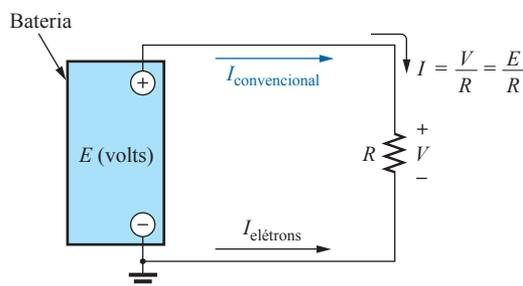

Figura 5.1 Introdução aos componentes básicos de um circuito elétrico.
Uma bateria, como a ilustrada na Figura 5.1, tem, em função da diferença de potencial entre seus terminais, a capacidade de promover (‘pressionar’) um fluxo de cargas através de um simples circuito. O terminal positivo atrai os elétrons do fio com a mesma rapidez com que eles são fornecidos pelo terminal negativo. Enquanto a bateria estiver ligada ao circuito e mantiver suas características elétricas, a corrente (CC), através do circuito, não sofrerá variações nem de intensidade, nem de sentido.
Por convenção (conforme discutido no Capítulo 2), o sentido do **fluxo convencional da corrente** ($I_{\text{convencional}}$), como indica a Figura 5.1, é oposto ao do **fluxo de elétrons** ($I_{\text{elétrons}}$). Além disso, o fluxo uniforme de cargas nos leva a
O circuito mostrado na Figura 5.1 possui a configuração mais simples possível. Este capítulo e os seguintes acrescentarão elementos ao sistema de maneira bastante específica, para introduzir uma gama de conceitos que constituirão a maior parte da base necessária para analisar sistemas mais complexos. Saiba que as leis, regras e conceitos apresentados e discutidos nos capítulos 5 e 6 serão usados nos estudos de sistemas elétricos, eletrônicos e computacionais. Eles não serão substituídos por regras, leis e conceitos mais avançados à medida que progredirmos nos estudos. Portanto, é de vital importância que os conceitos sejam claramente compreendidos e que regras e leis sejam aplicadas com segurança.